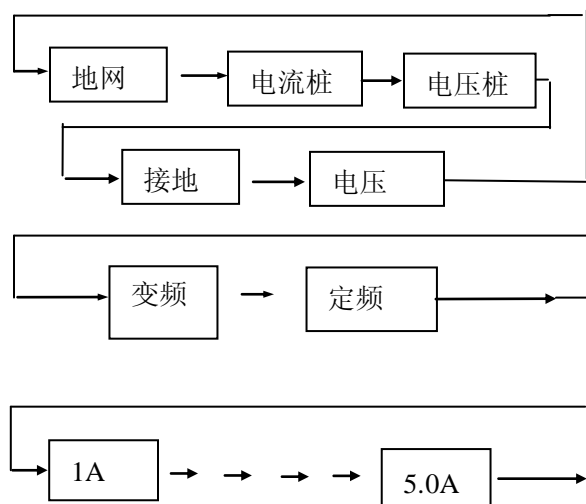

图 5
- 3) 在光标当前所示项目，按 ▼ ▲ 键键可进行该项菜单的变更，并循环指示，流程见图 5 所示。